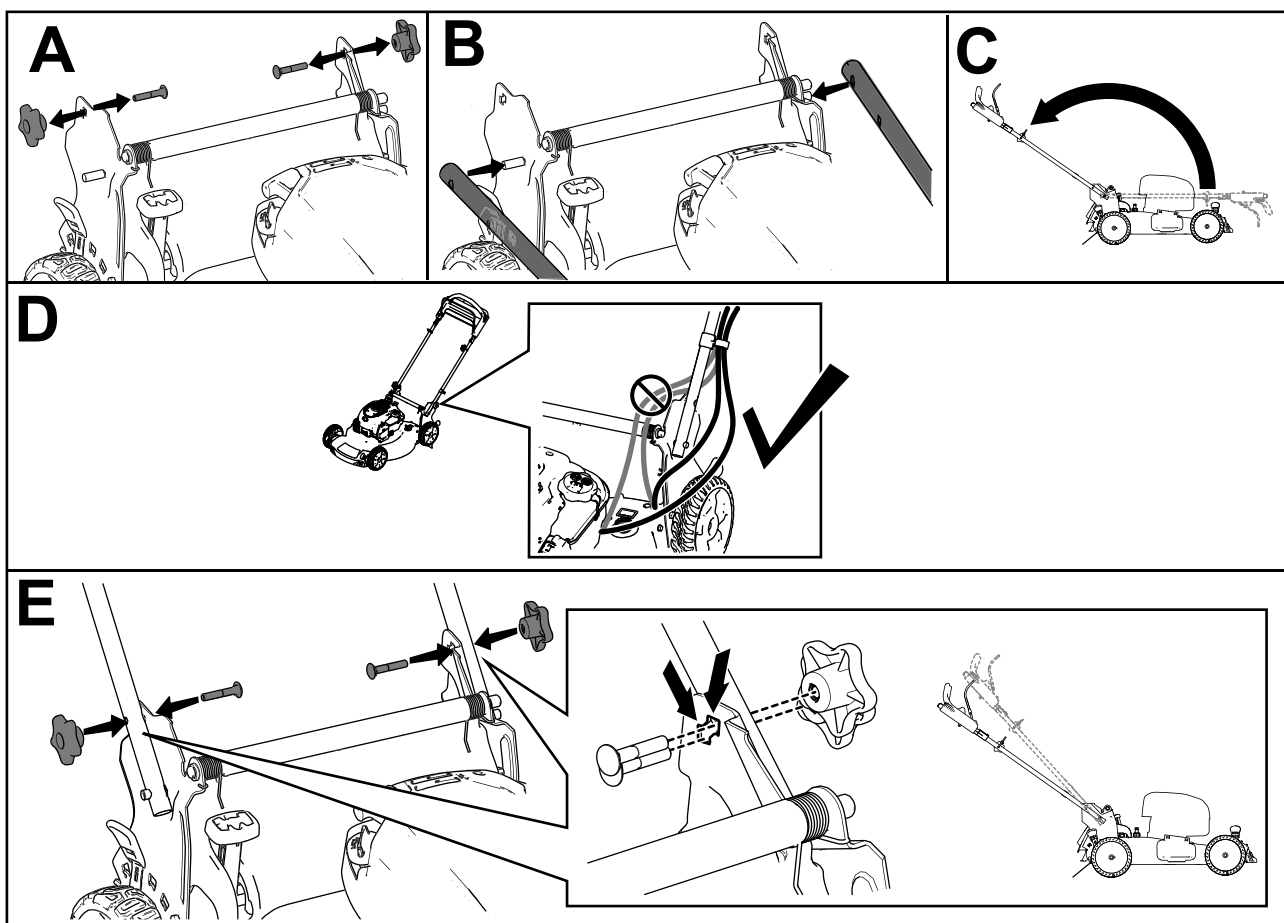

Figure 3
**Remarque:** Vérifiez que les câbles passent bien à l'extérieur du guidon et ne sont pas coincés (D de Figure 3).